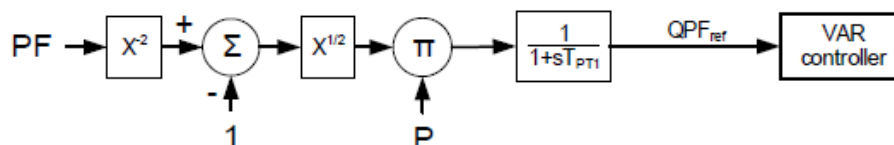

图34-22. Q (U) 控制
Q(PF) 根据功率因数生成参考无功功率。它与 PF 控制器不同，PF 控制器直接控制功率因数。参看图34-22。